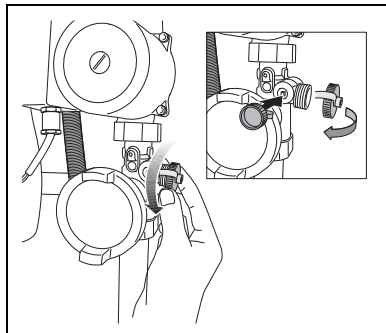

Fig. 10 Svitare il tappo di chiusura il tappo di chiusura del rubinetto di carico/scarico
- Svitare il tappo di chiusura (fig. 10).